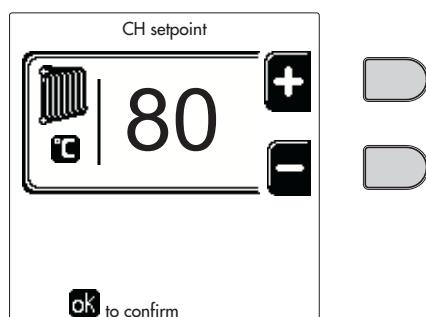
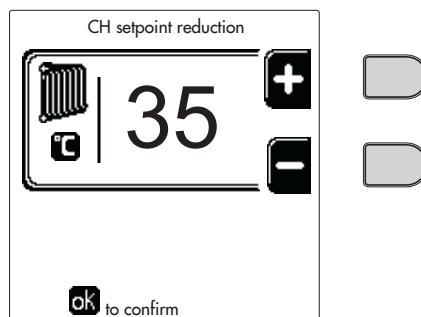
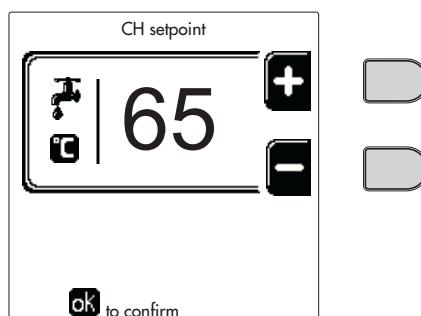
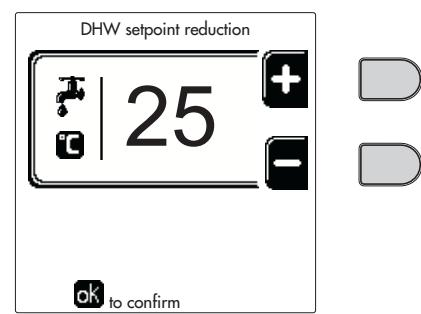

fig. 12
fig. 13
fig. 14
fig. 15
- **ON.** Bij vraag om warmte/sanitair water werkt de ketel op de Regeltemperatuur Verwarming/Sanitair water (fig. 12/fig. 14) die is ingesteld.
- **-.** Bij vraag om warmte/sanitair water werkt de ketel op de verlaagde regeltemperatuur die is ingesteld. De verlaagde temperatuur wordt verkregen door de waarde van de Regeltemperatuur verlaging (fig. 13/fig. 15) af te trekken van de Regeltemperatuur verwarming/sanitair water (fig. 12/fig. 14).